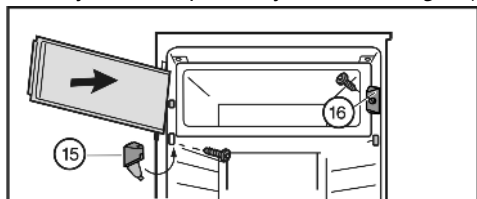

Fig. 8
- Uzávěr Fig. 8 (16) namontujte.
- Stojan ložiska Fig. 8 (15) namontujte a kryt přiklopte.